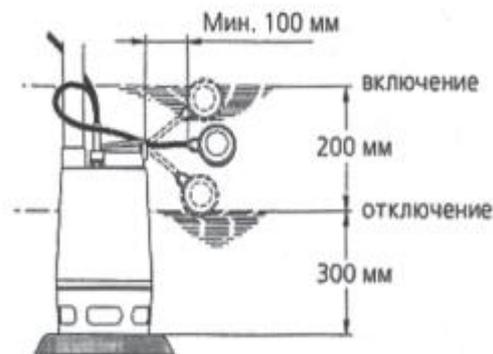
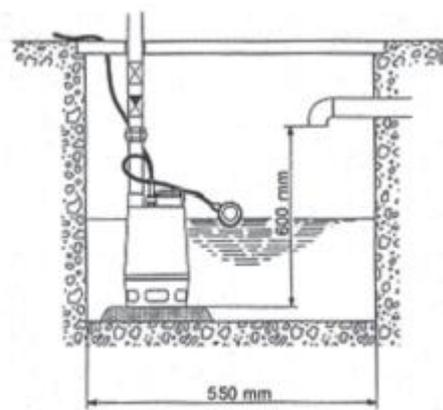

рис. 5
рис. 2
- Если насос устанавливается в колодец с минимальными габаритами (рис.2), то обязательно должна соблюдаться минимальная, свободная длина кабеля поплавкового выключателя (мин.100мм), как на рис. 5
Минимальная длина свободного кабеля: 100мм. (рис.5)
Насос автоматически включится, как только вода достигнет уровня «включения» (см.рис.5) и автоматически выключится, когда вода опустится до уровня «отключения» (см.рис.5)